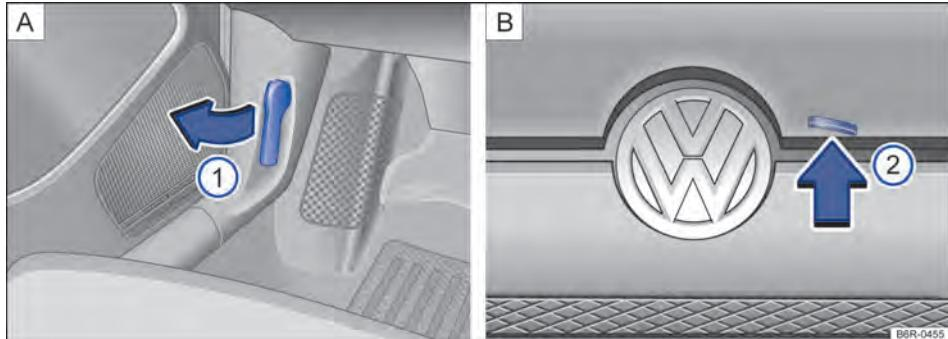

Fig. 130 A: alavanca de destravamento na área para os pés do lado do condutor. B: alavanca de destravamento na parte interna da tampa do compartimento do motor.
- Antes de abrir a tampa do compartimento do motor, assegurar que os braços dos limpadores do para-brisa estejam encostados no para-brisa → ①.
- Puxar a alavanca de destravamento ① no sentido da seta → **Fig. 130 A**. A tampa do compartimento do motor salta para fora da trava do fecho pela pressão da mola → ▲.
- Levantar um pouco a tampa do compartimento do motor e, ao mesmo tempo, pressionar a alavanca de destravamento ② B, que está localizada na parte interna da tampa, no sentido da seta para abrir completamente a tampa do compartimento do motor.
- Puxar a haste de sustentação da tampa pela extremidade no sentido da seta ③ C e posicioná-la sobre o furo indicado para engaste ④ D.